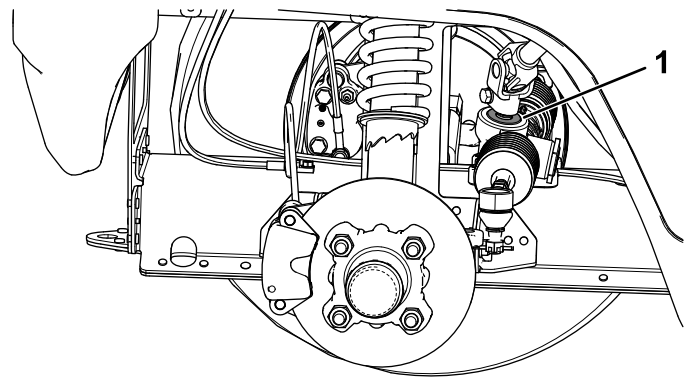

Figura 55
**Importante:** Inspeccione la condición y la integridad del retén del eje del piñón (Figura 55).